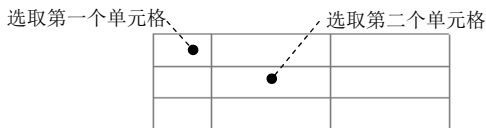
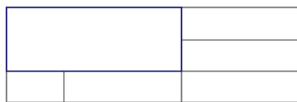

图 6.3.22 选取单元格
图 6.3.23 单元格合并结果
Step3. 在 **TABLE MERGE (表合并)** 菜单中选择 **Rows & Cols (行&列)** 命令。系统提示  为一个拐角选出表单元，选取图 6.3.22 所示左上角表单元；系统提示  选出另一个表单元，选取图 6.3.22 所示中间表单元，单击两次中键完成操作，得到的合并结果如图 6.3.23 所示。